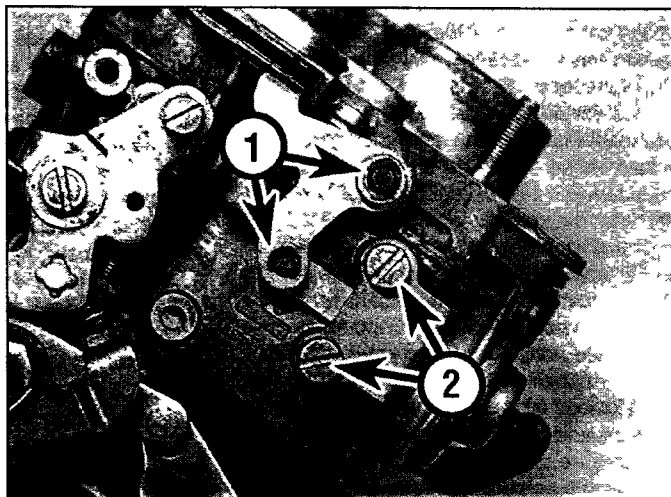

Рис. 3.5 Снимите фиксаторы (1) и отсоедините поворотный рычаг вакуумного привода от крышки карбюратора
- 5 Снимите два фиксатора и снимите оттяжной поворотный рычаг с крышки карбюратора и диафрагменного привода (рис. 3.5).